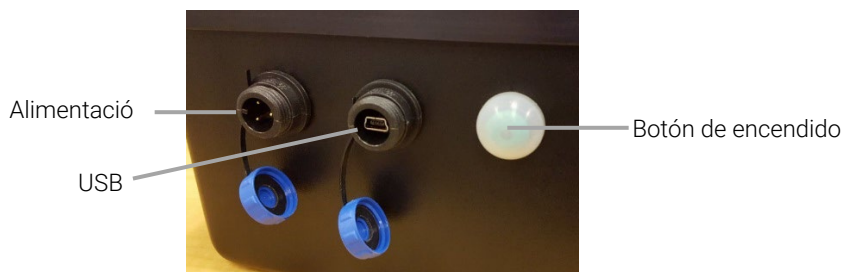

Figura 1. Sujeción del cable de alimentación
- 2** Conecte el otro extremo del cable de alimentación a la fuente de alimentación. Con el sistema se proporciona el cable de alimentación adecuado para su región. Cuando el sistema no se utiliza en el campo, manténgalo conectado a la alimentación de CA local para asegurar que la batería se cargue completamente (consulte la Figura 1).